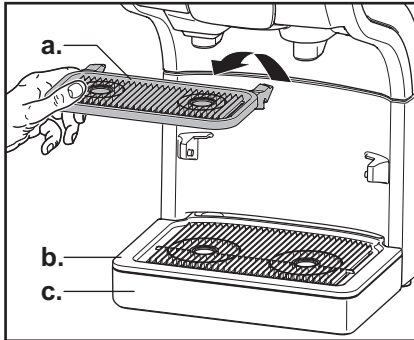

Fig. 27
2. Fjern kopbakken (a.), drypristen (b.) og drypbakken (c.), (fig. 27).